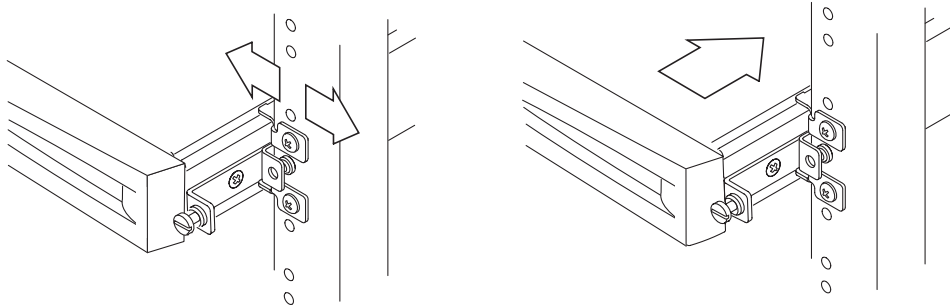

ABBILDUNG 3-6 Justieren der Montage und Anziehen der Schrauben
9. Richten Sie die Schrauben an den Seiten des Systems an den Gleiträgern im Rack aus (ABBILDUNG 3-6).